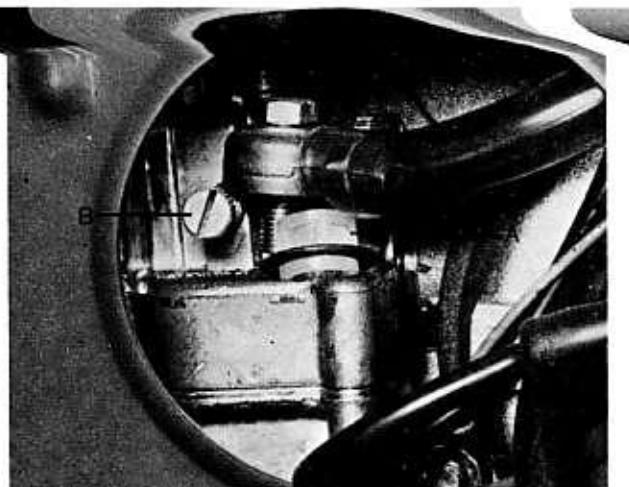

Bild 84 Lösen des Ringstutzens
- Am Modell Bravo die vier Befestigungsschrauben lösen und die obere Verkleidung abheben. Am Modell Ciao ist die Verkleidung mit einer einzigen Schraube befestigt. Die rechte Seitenverkleidung abnehmen und den Benzinschlauch vom Vergaser lösen, entweder durch Abziehen vom Ansaugstutzen, oder indem der Ringstutzen vom Vergaser gelöst wird (Hohlschraube entfernen) (Bild 84). Vorher den Benzinahnh schliessen.